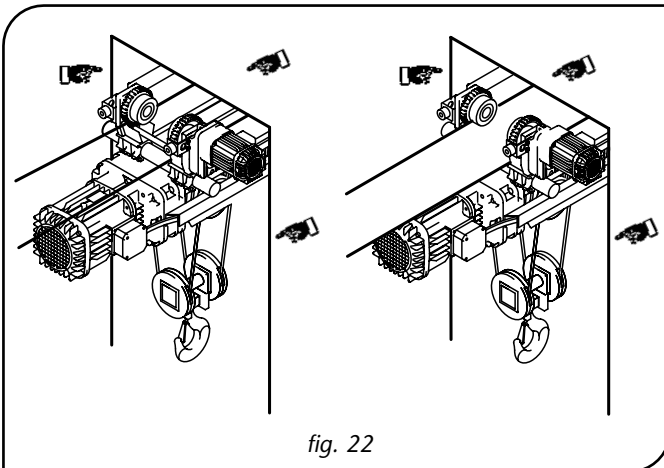

fig. 22
- Vérifier la hauteur de montage et l'espace de manoeuvre disponible pour la taille du palan (fig. 22).